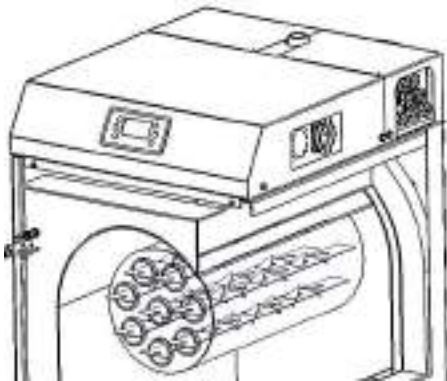

**Рис. 5**
- а) Автоочистка теплообменника (Конструктивные изменения, заказывается при приобретении котла). (Рис.5).